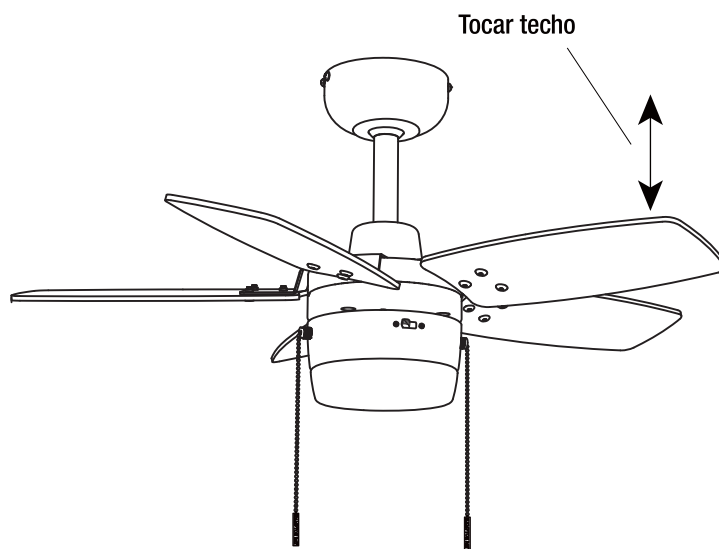

Figura 15
- La mayoría de problemas de bamboleo ocurren cuando los niveles de las aspas son desiguales. Verifique este nivel midiendo la distancia desde la punta de una hoja hasta el techo, como se muestra en la Figura 15. Gire el ventilador hasta que la siguiente hoja esté colocada en el mismo lugar que la anterior y mida nuevamente. Repita para cada aspa. Las medidas deben estar dentro de 1/8 pulg.